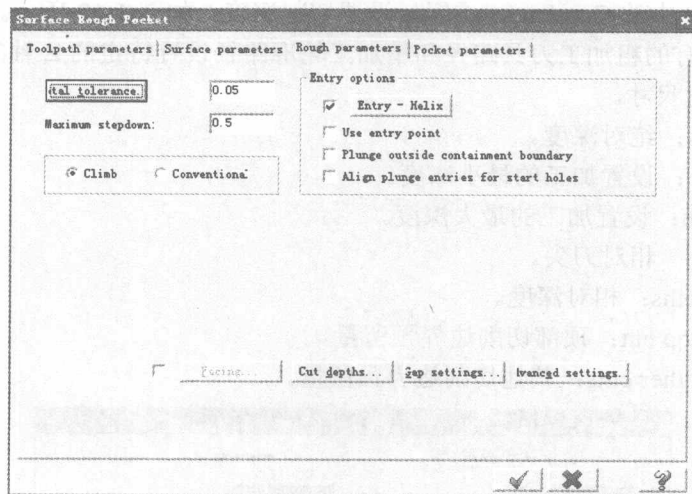
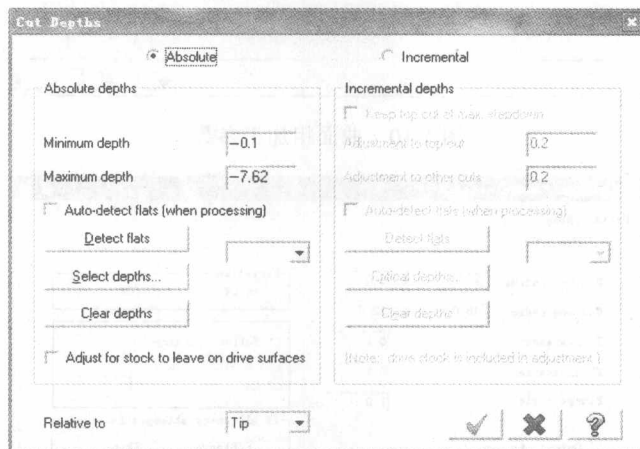
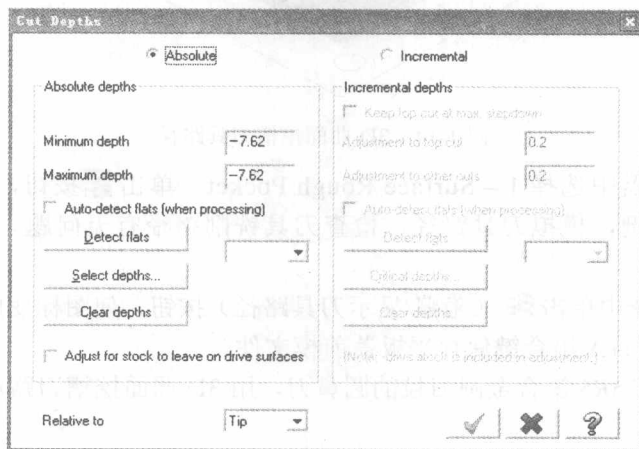

图 1-10 曲面粗加工参数
图 1-12 切削深度参数
图 1-16 切削深度参数
⑤ 单击曲面挖槽刀路中 **Rough parameters** 对话框，粗加工参数设置如图 1-10 所示，Z 方向每次最大下刀步距 0.5mm。
⑦ 单击图 1-10 中的 **Cut depths** 按钮，设置切削深度，如图 1-12 所示。
⑤ 单击曲面挖槽刀路中 **Rough parameters** 对话框，粗加工参数设置如图 1-10 所示，Z 方向每次最大下刀步距 0.5mm（只加工一刀）。
⑥ 在前模型腔的内部下刀，点选 **Entry-Helix**，设置螺旋下刀，参数同前一工序。
⑦ 单击 **Cut depths** 按钮，设置切削深度，如图 1-16 所示。